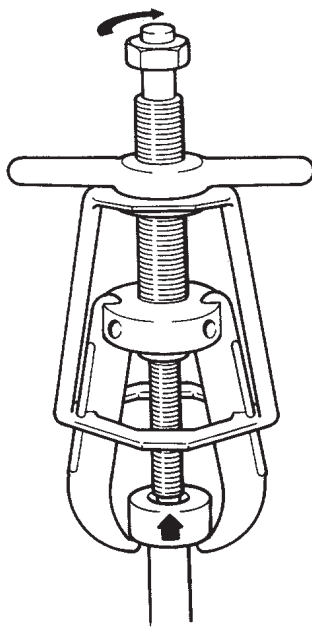

Figura 4
6. Accertarsi che il centro dell'estrattore sia allineato con il centro dell'albero del pezzo da rimuovere. Usando solo utensili manuali, serrare il bullone centrale per tirare il pezzo e staccarlo dall'albero. (Vedere la figura 4).